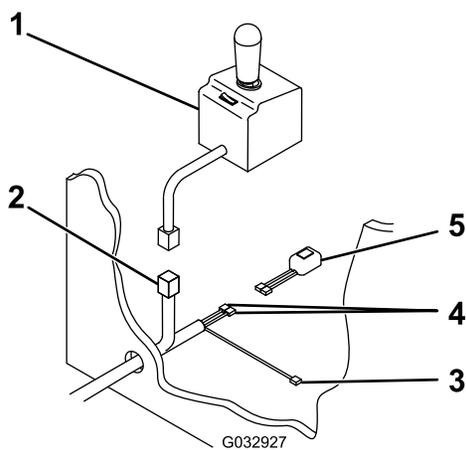

Figure 18
11. Tirez le connecteur du contrôleur de chasse-neige, le fil noir/rouge et les 2 fils noirs dans la cabine du véhicule à travers le trou dans le pare-feu (Figure 18).
12. Reliez les 2 fils noirs à l'interrupteur à bascule des phares (Figure 18).